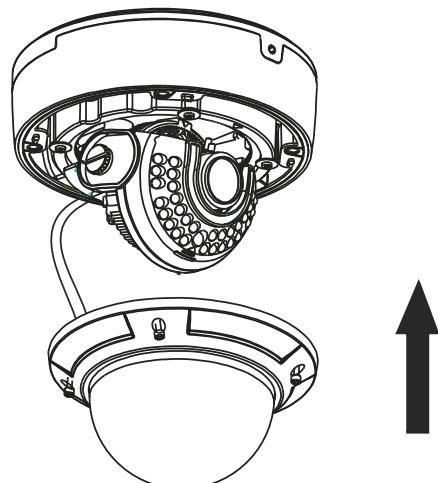

Рис. 5.6. Завершение монтажа
6. Установите купол обратно на видеокамеру, зафиксируйте его винтами и удалите защитную пленку, чтобы завершить монтаж (Рис. 5.6). Плотно затяните винты, чтобы обеспечить водонепроницаемость.